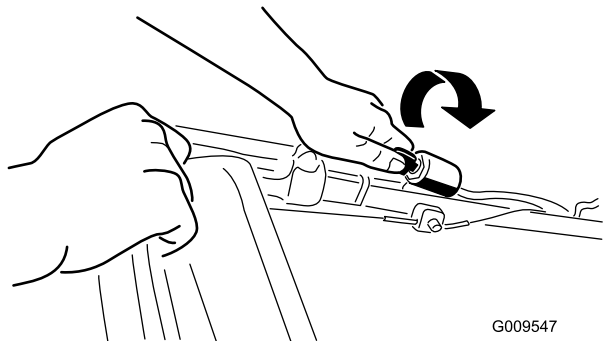
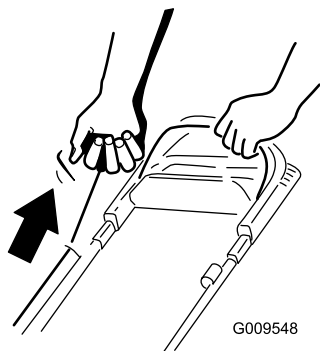

Рисунок 14
Рисунок 15
2. Поверните ключ зажигания (Рисунок 14) (только для моделей с электрическим запуском) или потяните за ручку стартера (Рисунок 15).
Примечание: Слегка потяните за ручку стартера без усилия до тех пор, пока не почувствуете сопротивление, после чего резко дерните ее (Рисунок 15). Дайте тросу медленно вернуться в ручку.